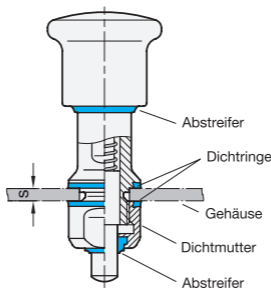

Abb. 1
- Es ist darauf zu achten, dass der Rastbolzen nur in Verbindung mit dem mitgelieferten Dichtringen eingesetzt wird. Die Dichtungen sind kegelig ausgeformt. Es ist daher auf die richtige Einbaulage zu achten (Abb. 1).
- Es ist auf die entsprechende Klemmlänge  $s$  zu achten, um ein korrektes Abdichten zu ermöglichen (Abb. 1).
- Die Einbaulage, wie in Abb. 1 zu sehen, garantiert ein selbständiges Abfließen von Flüssigkeiten.